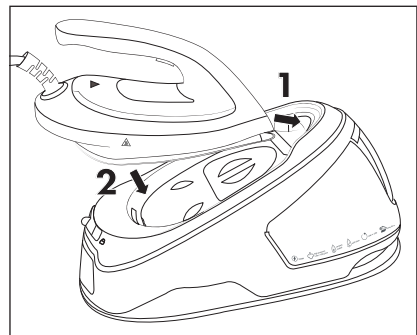

Fig. 7
❶ Remarque
- 2) Videz le réservoir à eau ❷ dans un évier en vous servant de l'orifice de remplissage.
- 3) Placez le fer à repasser à vapeur ❶ sur la surface de pose ❶, en insérant d'abord la pointe de la semelle de repassage ❷ dans l'ouverture située à l'avant au bord de la surface de pose ❶. Déposez ensuite l'appareil sur la surface de pose ❶ (voir fig. 7).